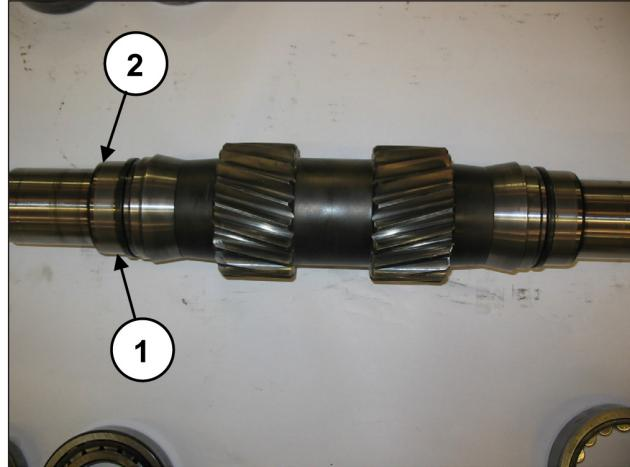

Fig. 33
Extraia os anéis internos do eixo da tomada de força (pos. ①, Fig. 33) e os dois espaçadores do rolamento interno (pos. ②, Fig. 33).